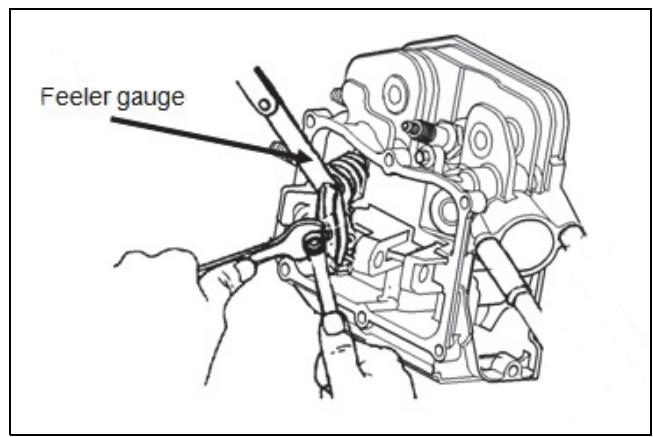

Figure 4-6. Réglage du jeu des soupapes
- Tenez le pivot du culbuteur à l'aide d'une clé et desserrez l'écrou de blocage (figure 4-6).